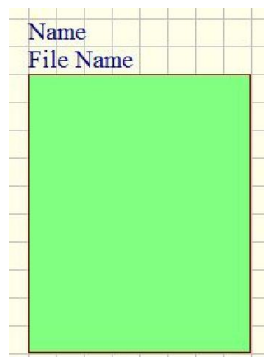

图 4.37 绘制的电路方块图
(1) 执行放置方块电路图命令，有三种方法：
- ① 执行菜单命令 Place/Sheet Symbol。
- ② 按下 **P** 键，松开后按下 **S** 键。
- ③ 用左键单击 Wiring 工具栏中的  按钮。
(2) 执行命令后，光标变成十字状，位于方块电路图的一角，单击鼠标即可完成该方块图的放置。单击鼠标右键，即可退出放置方块电路图状态，如图 4.37 所示。